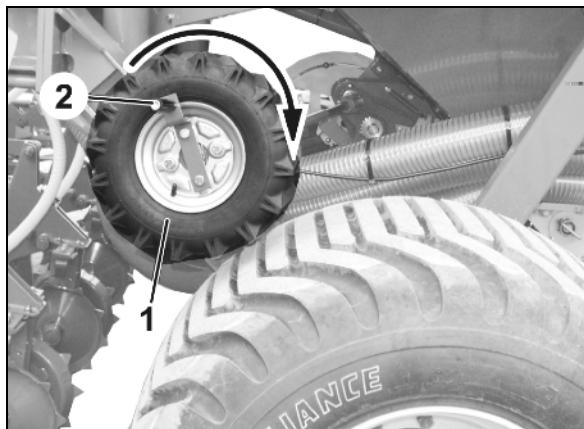

Рис. 87
- Поворачивайте ведущее колесо при помощи рукоятки для регулировки нормы высева (Рис. 87/1) в направлении, указанном стрелкой, до тех пор, пока все камеры дозирующих валов не будут заполнены посевным материалом и не будет достигнута равномерность подачи семян в лотки.
- Поворачивайте ведущее колесо при помощи рукоятки для контроля нормы высева (Рис. 87/1) в направлении, указанном стрелкой.